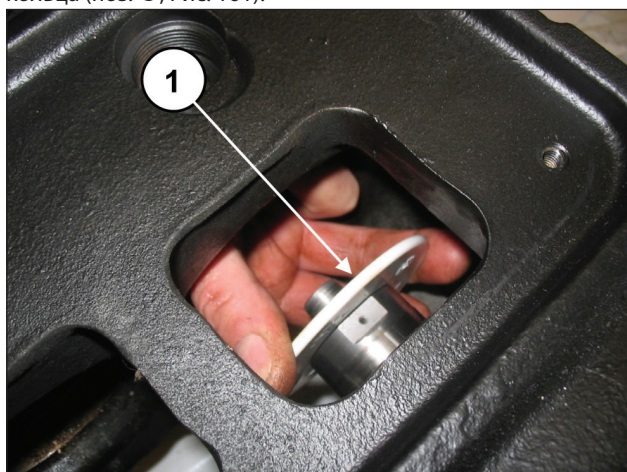

Рис. 161
Снимите с направляющей поршня брызгозащитные кольца (поз. ①, Рис. 161).